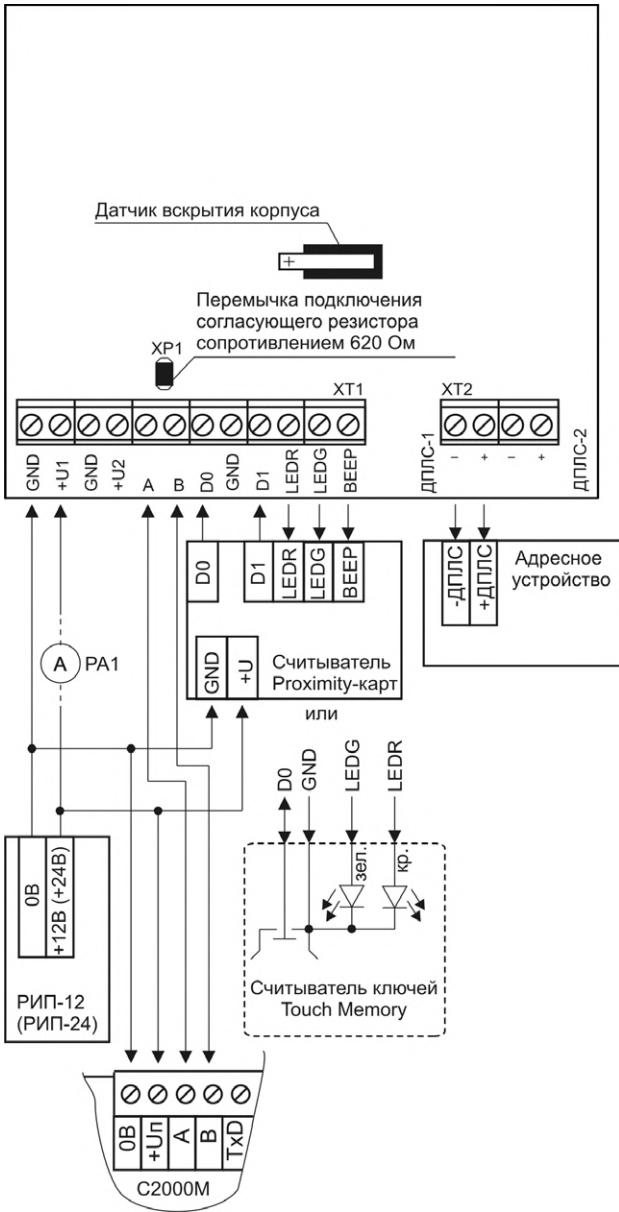
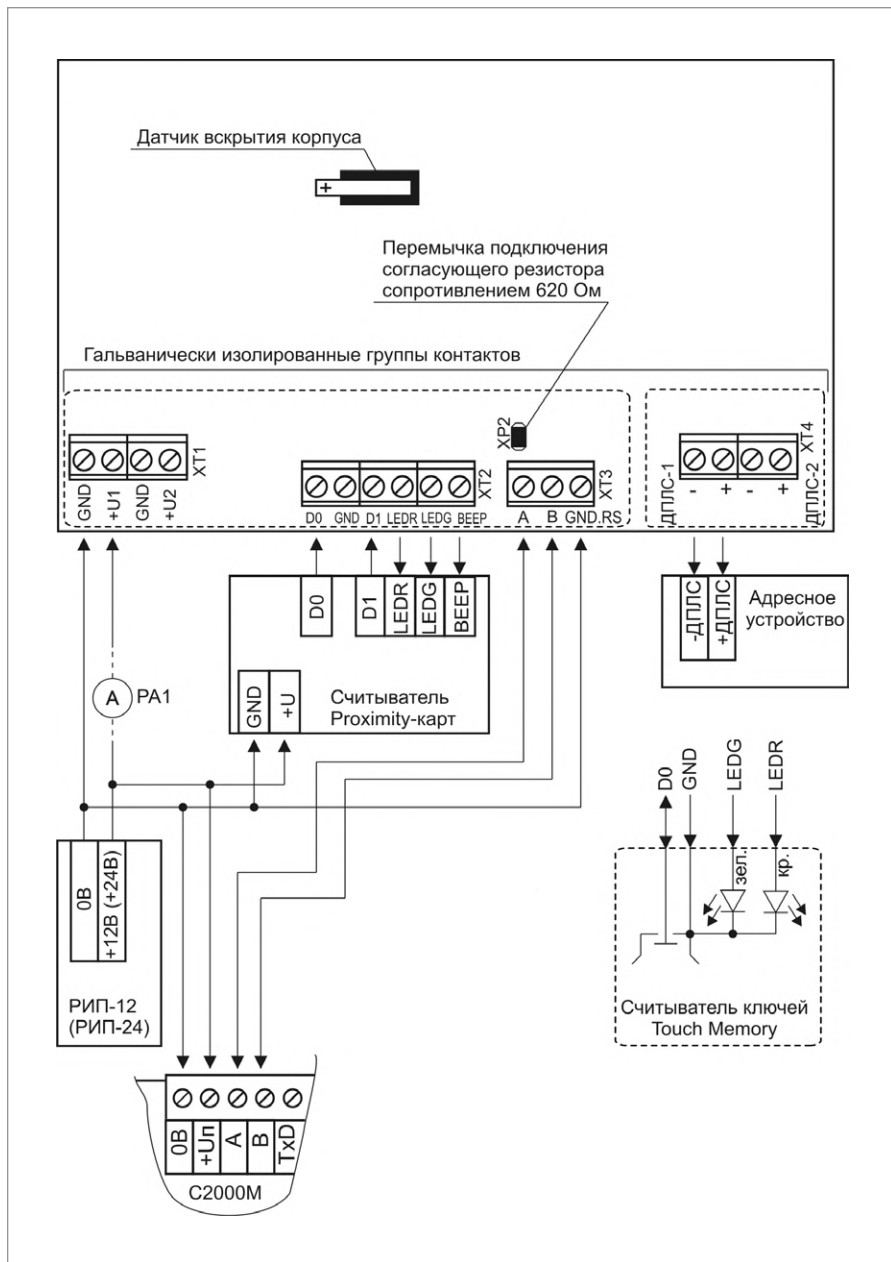

Рисунок 3. Схема подключения контроллера «С2000-КДЛ» при проверке
Рисунок 4. Схема подключения контроллера «С2000-КДЛ-2И», «С2000-КДЛ-2И исп.01» при проверке
2.8. После проведения общих проверок по схеме на Рисунок 3, Рисунок 4 отключите источник питания от клемм «+U1» и «0В» и подключите его к клеммам «+U2», «0В».